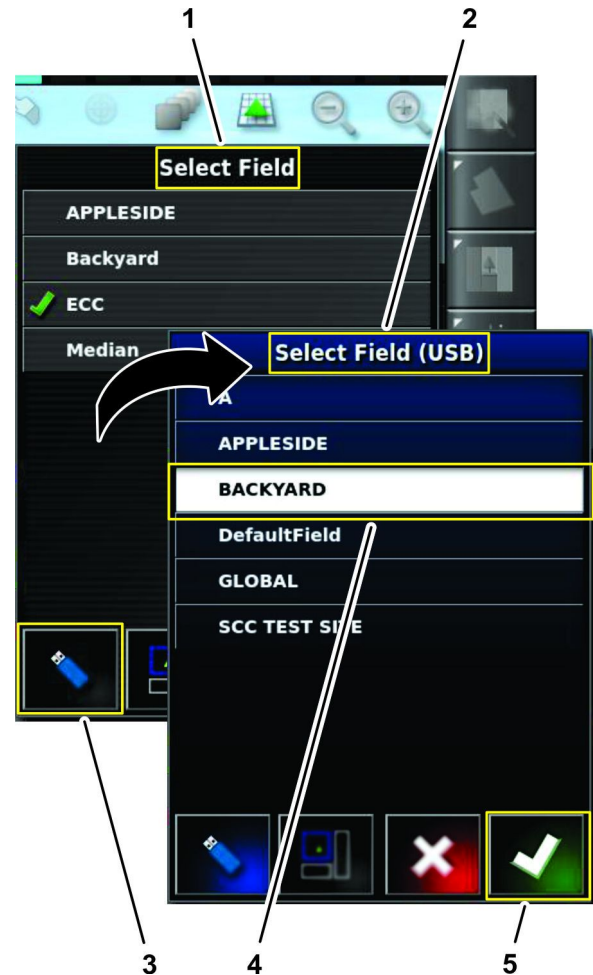

Figura 36
1. En la lista Seleccionar parcela, pulse el icono Cambiar (Figura 36).
2. En la lista Seleccionar parcela, pulse el icono Parcela que corresponde a la parcela que está fumigando, y pulse el icono Confirmar (Figura 36).